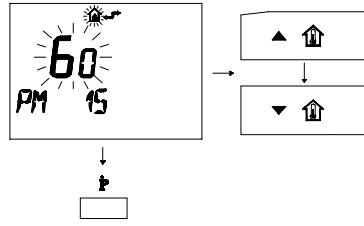

fig. 5.50
- 4 Modificare il SET programmato agendo sui pulsanti ▲ UP o ▼ DN fino a visualizzare un set di 60, aspettare che il numero programmato cominci a lampeggiare fig. 5.50